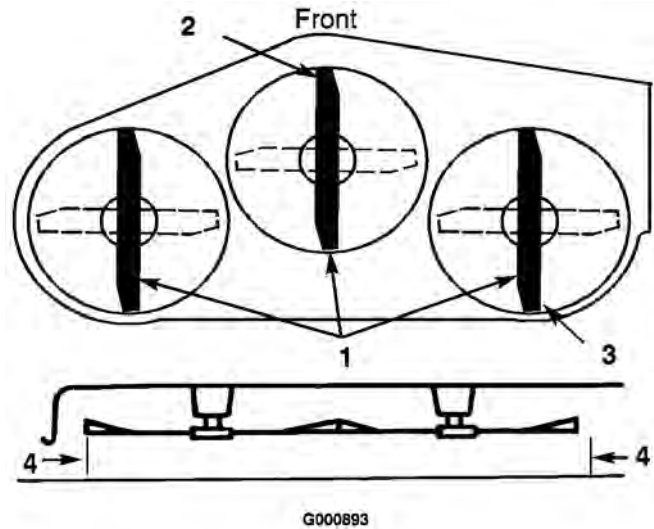

Figure 45
8. Réglez la hauteur de coupe à 76 mm (3 pouces) et tournez les lames avec précaution dans le sens longitudinal (Figure 45).
9. Mesurez la distance entre la pointe de la lame avant (Figure 45) et la pointe de la lame arrière par rapport à la surface plane. Si la pointe
à l'aide des goupilles fendues. Vérifiez de nouveau l'inclinaison avant/arrière. Poursuivez le réglage des chapes jusqu'à ce que la pointe avant de lame soit de 1,6 à 7,9 mm (1/16 à 5/16 pouce) plus bas que la pointe arrière (Figure 45).